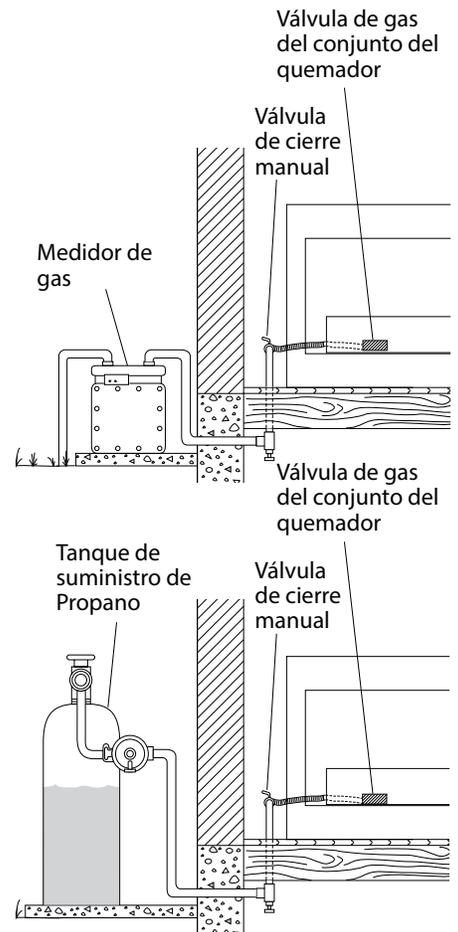

Figura 5.10 - Comprobación de las juntas de gas
3. Revise todas las uniones desde el medidor de gas hasta la válvula de cierre manual (vea la Figura 5.10). Aplique una mezcla de jabón líquido y agua a las juntas de gas. Las burbujas que se forman muestran una fuga.
4. Revise todas las uniones desde la válvula de cierre manual hasta la válvula de gas del conjunto del quemador (vea la Figura 5.10). Aplique una mezcla de jabón líquido y agua a las juntas de gas. Las burbujas que se forman muestran una fuga.